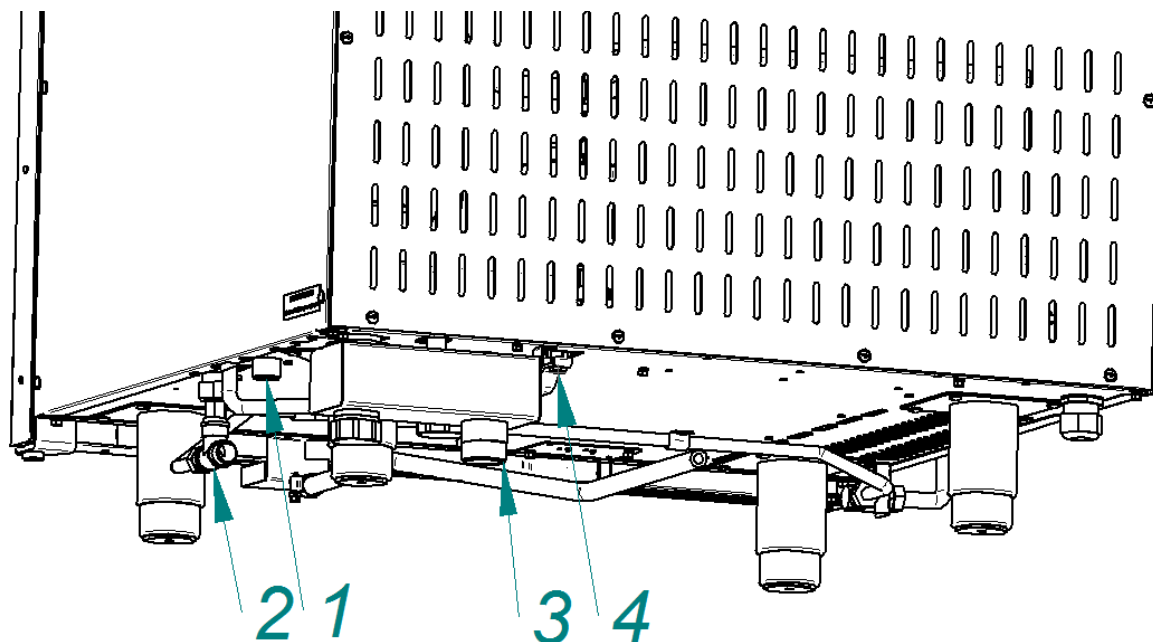

Рис. 5. Подключение к системе водоснабжения
- G3/4 (см. рис. 5 поз. 1 (наружная резьба)) – подача воды на вентилятор. Подключать только через водоумягчитель. Рекомендуется установить BRITA PURITY C300 Quell ST.
- G1/2" (см. рис. 5 поз. 2 (наружная резьба)) – душевому устройству и охлаждение коробки слива. Допускается подключать к системе водоснабжения без водоумягчителя
- подключите пароконвектомат к системе канализации используя шланг, входящий в комплект поставки - подключение через штуцер с резьбой G1¼" рис. 5 поз. 3.